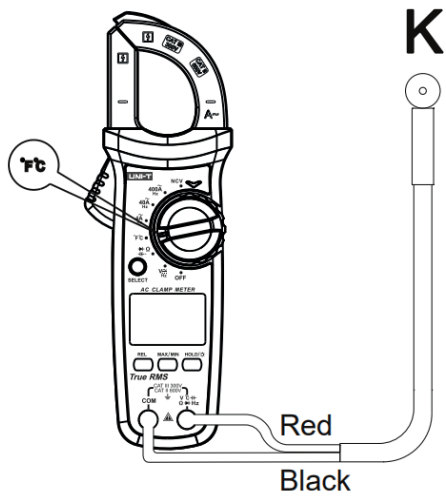

Рисунок 5
7. Измерение температуры (только для UT202R, рисунок 5)